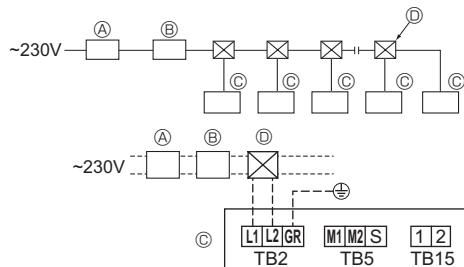

Fig. 5-7
- La instalación del aire acondicionado debe proporcionar un interruptor con un mínimo de 3 mm (1/8 pulgadas) de separación entre los contactos de cada polo. [Fig. 5-7]
- (A) Interruptor de falta de tierra